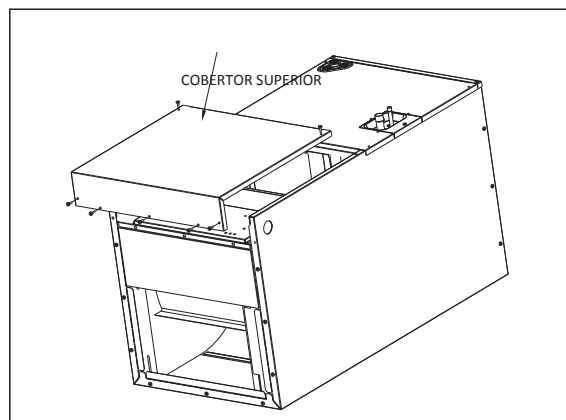

FIGURA 12: Remover el cobertor superior
1. Quite los siete pernos de la cubierta superior, consulte la Figura 12.